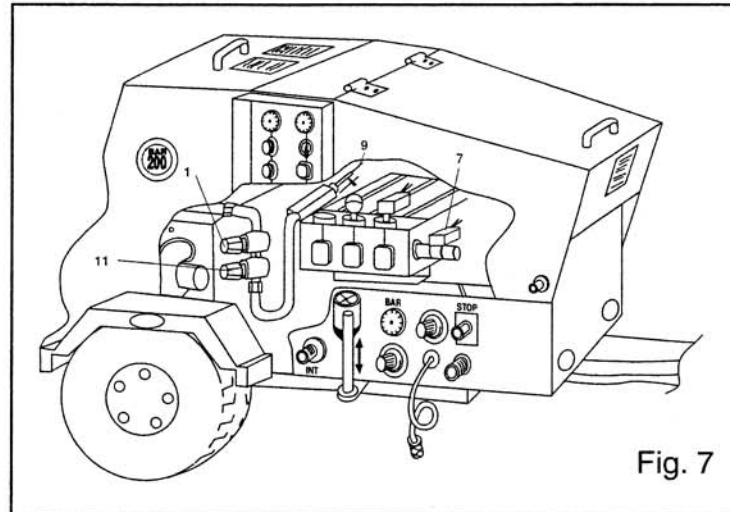

Fig. 7
1.8.1 Dispositivo de seguridad para cuando falta el agua: es el presóstato o flujóstato (Fig. 7 - pos. 7), no permite que el quemador se ponga en función cuando el agua falta en el circuito del calentamiento de alta presión:
1.8.2 Válvula de seguridad: éste dispositivo está colocado en el circuito alta presión entre la válvula de regulación y la pistola rociadora del agua (Fig. 7 - pos. 1). Tiene la función de abrirse y descargar agua cada vez que el circuito supera la presión de trabajo del 15%, esto para impedir que eventuales contrapresiones vayan a dañar los órganos de la Hidrolimpiadora.
- D. Para obtener la salida del agua con presión de la lanza, hay que tirar la palanquita de la pistola rociadora; si se suelta, el flujo del agua y el calentamiento se interrumpen. La unidad está provista de un pistón hidráulico que acelera y desacelera el motor endotérmico según, si la pistola se abre o se cierra. (Fig. 7 - pos. 9.)
Para cambiar la presión de manera que sea constante, dar vueltas el pomo negro de la válvula del BY-PASS (Fig. 7 - pos. 11), hacia el signo de más o al signo de menos que se ven en el pomo, según la presión que se desee.
2.9.2 La puesta en marcha del caudal y de la presión de modo constante se obtiene obrando en el pomo negro puesto en la válvula de regulación (Fig. 7 - pos. 11) que se encuentra debajo del capot de la Hidrolimpiadora.